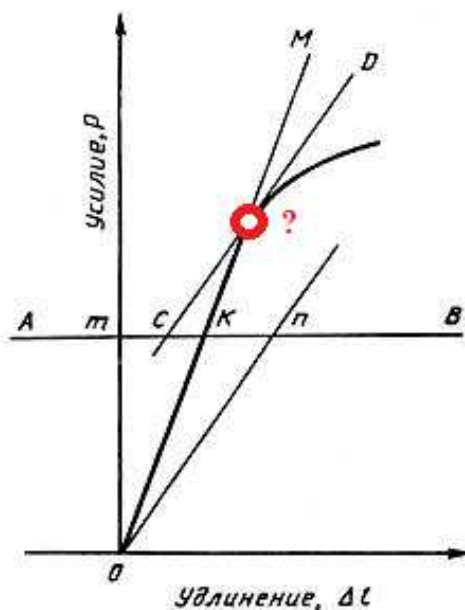

Рисунок 1
14. Какое значение определяется в точке пересечения отрезков КМс CD (рисунок 1) в соответствии с ГОСТ 1497? (выберите один правильный вариант ответа)